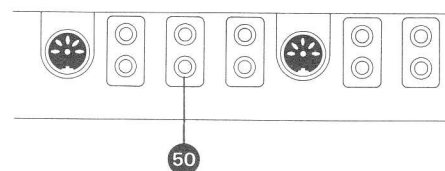

Fig. 5.4.—9
- Bedienungselemente nach (Fig. 5.4. — 1) einstellen.
- NF-Millivoltmeter an LINE B LEFT — Ausgang (50) (Fig. 5.4. — 2) anschliessen
- Taste PLAY einschalten und an Justierschraube (P) auf Maximum Ausgangsspannung einstellen (Fig. 5.4. — 3).
- Connect audio millivoltmeter to output LINE B LEFT (50) (fig. 5.4. — 2).
- Rotate screw (P) (fig. 5.4. — 3) to obtain maximum output voltage.
- Placer les boutons selon fig. 5.4. — 1.
- Raccorder un millivoltmètre B.F. sur la sortie LINE B (50) (fig. 5.4. — 2).
- Presser la fonction PLAY et effectuer le réglage de l'azimut avec la vis "imbus" P jusqu'à l'obtention d'un signal de sortie maximum (Fig. 5.4. — 3).
Bedienungselemente nach Fig. 5.4. — 1 einstellen.
- NF-Millivoltmeter an LINE B — Ausgang (50) (Fig. 5.4. — 2) anschliessen. (1 V — Bereich)
- Audio millivoltmeter (1 V range) remains connected to output LINE B (50) (fig. 5.4. — 2).
- Placer les boutons selon la fig. 5.4. — 1.
- Brancher un millivoltmètre B.F. sur la sortie de LINE B (50) (Fig. 5.4. — 2) Echelle 1 V.
- Mit dem Einstellregler REPRODUCE LEVEL LEFT (Geräterückseite, Mitte rechts) eine Ausgangsspannung von 0,775 V einstellen (siehe Fig. 5.4. — 4).
- NF-Millivoltmeter an LINE B, RIGHT — Ausgang ⑤ (Fig. 5.4. — 5) anschliessen.
- Mit dem Einstellregler REPRODUCE LEVEL RIGHT eine Ausgangsspannung von 0,775 V einstellen (Fig. 5.4. — 4).
- Adjust trimpot REPRODUCE LEVEL LEFT on the back of the recorder (fig. 5.4. — 4) to obtain an output level of 0,775 V.
- Connect audio millivoltmeter to output LINE B, RIGHT ⑤ (fig. 5.4. — 5).
- Adjust trimpot REPRODUCE LEVEL RIGHT (fig. 5.4. — 4) to obtain an output level of 0,775 V.
- Avec le potentiomètre de réglage REPRODUCE LEVEL LEFT (sur l'arrière de l'appareil, centre droit) obtenir une tension de sortie de 0,775 V (fig. 5.4. — 4).
- Brancher le millivoltmètre B.F. sur le sortie LINE B droite ⑤ (fig. 5.4. — 5).
- Effectuer le réglage de REPRODUCE LEVEL RIGHT pour obtenir également 0,775 V. (Fig. 5.4. — 4).
- Bedienungselemente nach Fig. 5.4. — 6 einstellen.
- NF-Millivoltmeter an LINE B — Ausgang ⑤ (Fig. 5.4. — 5) anschliessen. (LEFT und RIGHT parallel).
- Taste PLAY einschalten und mit Justierschraube (P) auf Maximum (scharf) Ausgangsspannung einstellen (siehe Fig. 5.4. — 7).
- Connect audio millivoltmeter to both outputs LINE B ⑤ in parallel (fig. 5.4. — 5).
- Rotate screw (P) (fig. 5.4. — 7) until a sharply rising maximum in output voltage is obtained.
- Secure screw (P) with sealing lacquer.
- Placer les boutons de réglage selon la fig. 5.4. — 6.
- Raccorder le millivoltmètre B.F. sur la sortie LINE B ⑤ (Fig. 5.4. — 5). (LEFT et RIGHT en parallèle).